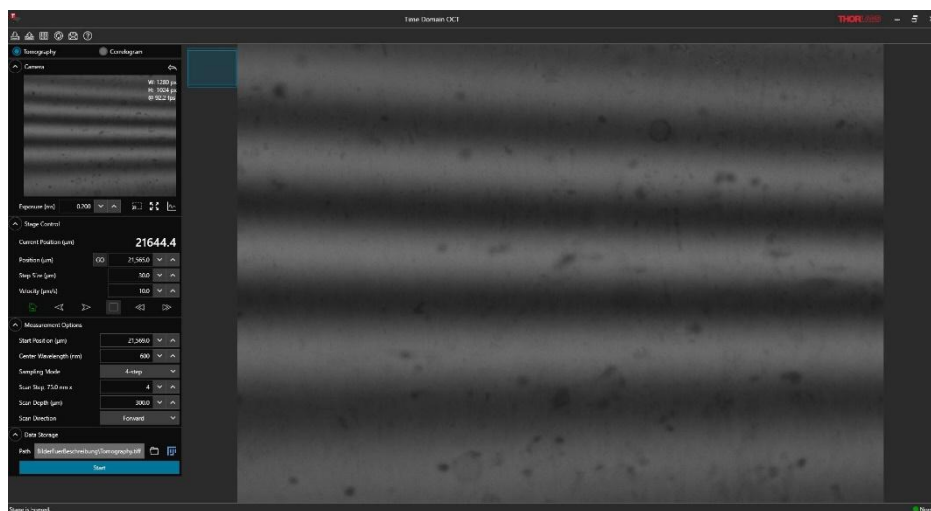

Abbildung 5: Interferenzstreifen auf flacher Probe, welche das Kamerabild komplett bedecken.
3. Für eine Messung sollten die Interferenzstreifen so dick werden, dass das Interferenzmuster das Kamerabild vollständig bedeckt (vgl. Abb. 5). Es bietet sich an, die Interferenzstreifen entweder horizontal oder vertikal auszurichten, da dies die manuelle Einstellung erleichtert. (Warum?)